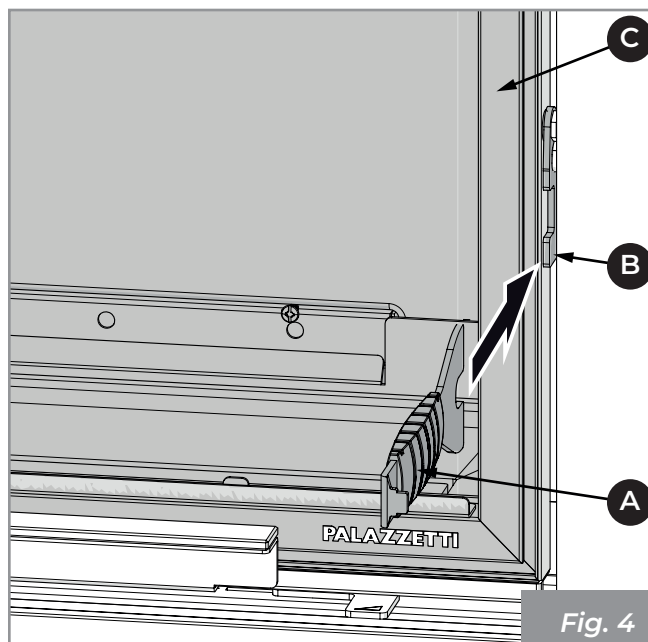

Fig. 4
- 1) Inserire la maniglia fredda (A) sulla maniglia (B) per aprire la porta (C) (Fig. 4 - Fig. 5).